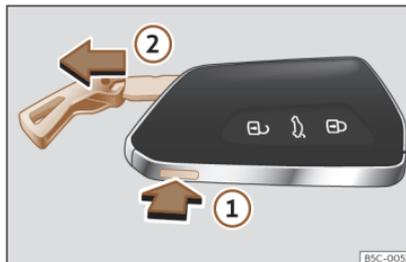

Fig. 76 Llave del vehículo: extraer el espadín.
- Si pulsa una vez el botón»» fig. 76 ① se desbloquea el espadín y aparece una argolla a modo de llavero.
- Mantenga pulsado el botón ① y al mismo tiempo tire de la argolla en la dirección de la »»
flecha»» fig. 76 ② para extraer completamente el espadín.